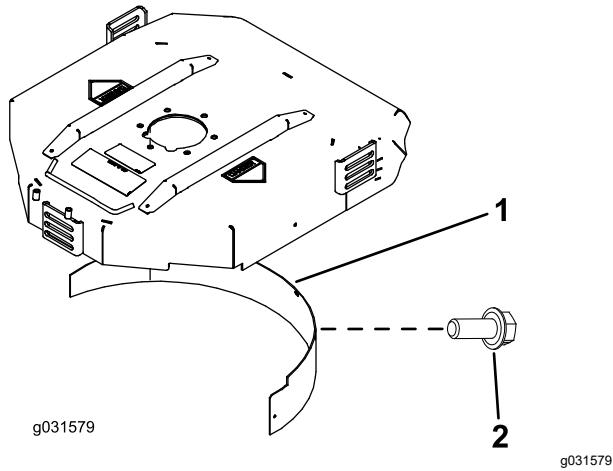

図21
2. 後部の取り付け穴にマルチングバッフルを取り付け、フランジヘッドボルト5本で固定する図21。